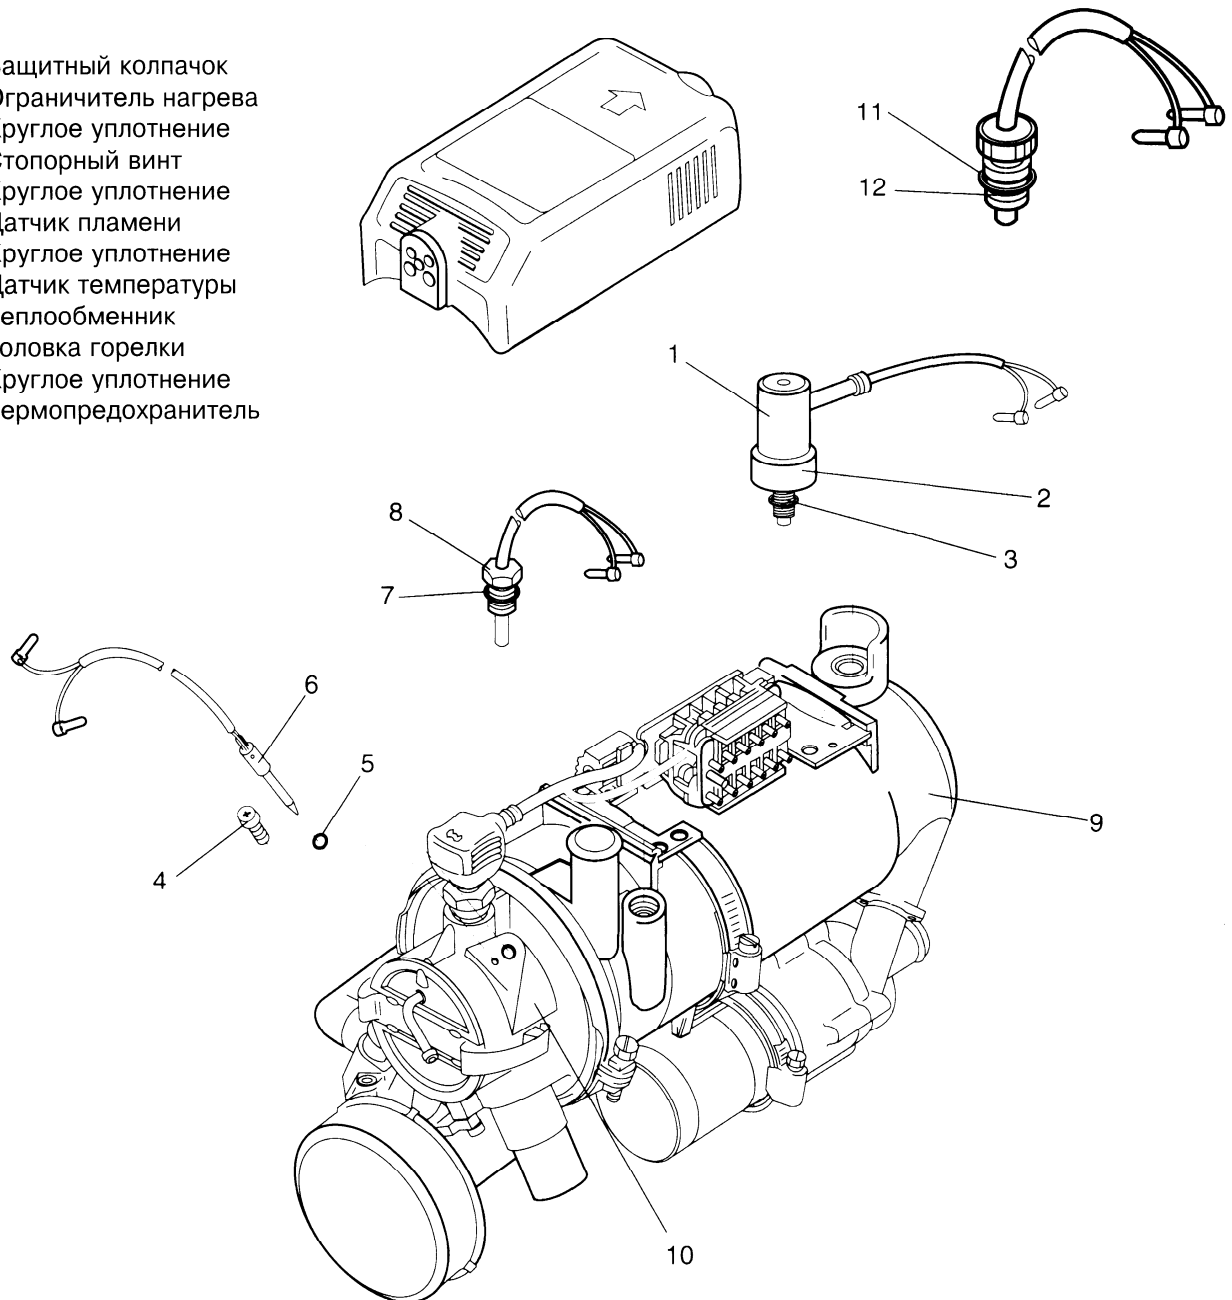

Рис. 902 Замена ограничителя нагрева, термопредохранителя и датчика пламени
3. Снять защитный колпачок (1, рис. 902)
4. Вывинтить ограничитель нагрева (2) из теплообменника (9) и удалить вместе с круглым уплотнением (3)
1. Смазать нарезку опаслипом (идент.- № 105 898) и ввинтить рукой ограничитель нагрева (2, рис. 902) в теплообменник (9)
2. Затянуть ограничитель нагрева (2) вильчатым ключом макс. на 1/3 оборота. Макс. момент затяжки - 1,5 Нм.
3. Надеть защитный колпачок (1)
3. Вывинтить термopредохранитель (12, рис. 902) из теплообменника (9) и удалить вместе с круглым уплотнением.
1. Намазать резьбу термopредохранителя (12, рис. 902) смазкой опаслип (идент.-№ 105 898).
2. Ввинтить термopредохранитель (12) с кольцевым предохранителем (11) вручную в теплообменник (9)
3. Вывинтить датчик температуры (8, рис. 902) удалить вместе с кольцевым уплотнением (7).
1. Датчик температуры (8, рис. 902) намазать смазкой опаслип (идент.-№ 105 898), ввинтить вместе с кольцевым уплотнением (7) в теплообменник (9) и затянуть ключом с моментом 0,5 Нм.
3. Отвинтить стопорный винт (4, рис. 902)
4. Вытащить датчик пламени (6) за скобу вместе с кольцевым уплотнением (5)
1. Намазать новое кольцевое уплотнение (5 рис. 902) безкислотной смазкой и насадить на датчик пламени (отверстие для выпуска воздуха должно оставаться свободным).
2. Задвинуть датчик пламени (6) в головку горелки (10).
3. Намазать стопорный винт (4) медной пастой и ввинтить в головку горелки (10).